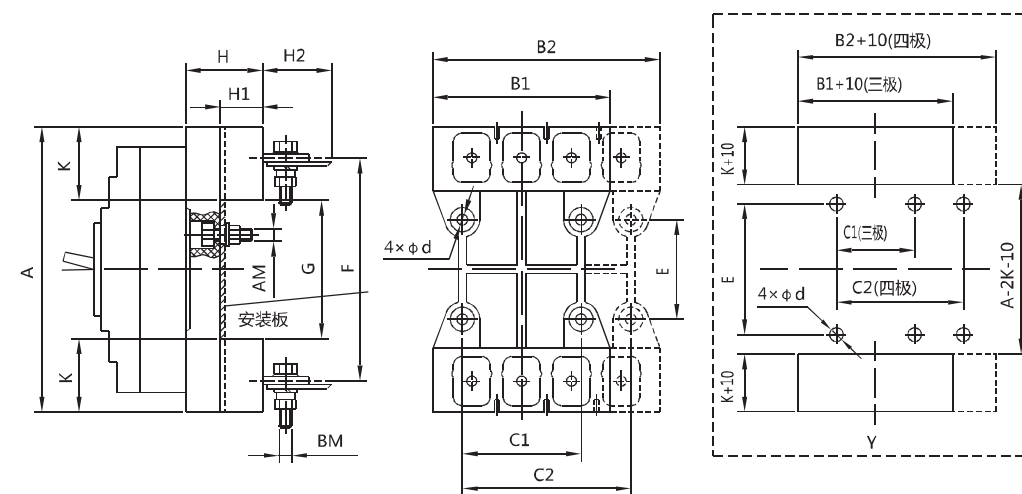
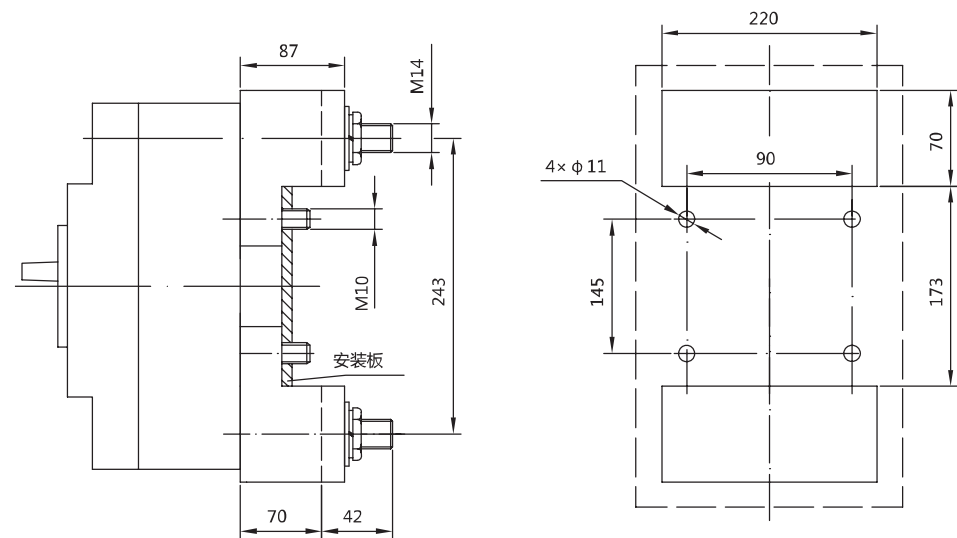

图10 安装板开孔尺寸
图11 RDM67-800三极插入式外形及安装板开孔图
6.4 RDM67系列插入式外形尺寸及安装板开孔尺寸见图10、图11和表11。